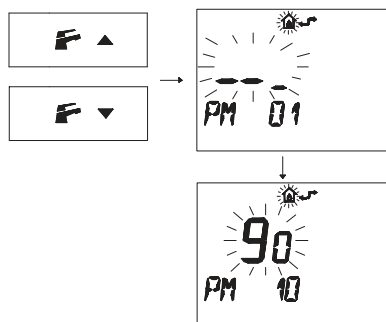

Figura 5.55
- Pulse los botones **F** ▼ o **F** ▲ para acceder al ajuste "**PM10**" de selección de la frecuencia de encendido (Figura 5.55).
En la Figura 5.55 se muestra un punto de consigna programado de **90**, equivalente a un tiempo de reencendido de unos 3 minutos. El rango de regulación va desde 0 a 8 minutos y medio. Cada paso de aumento o reducción equivale a 2 segundos.